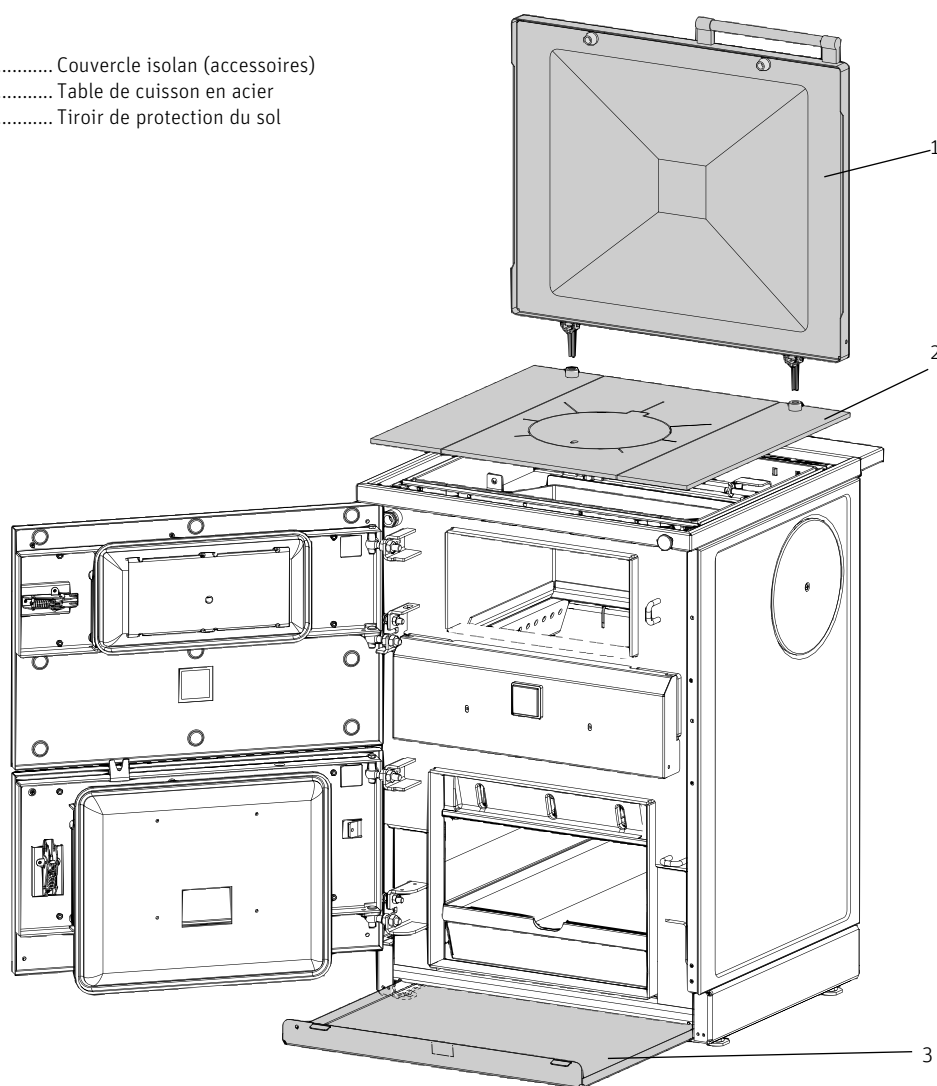

Fig. 38 Monter la/les table(s) de cuisson en acier, le couvercle isolant (accessoires) et le tiroir de protection du sol
- Sortir la ou les tables de cuisson en acier de leur emballage, enlever l'huile de la partie supérieure avec un chiffon doux ou du papier et les poser sur la chaudière – Fig. 38.
- Sortir le ou les couvercles isolants (accessoires) de leur emballage et enficher la charnière dans le couvercle isolant-support sur la table de cuisson en acier – Fig. 38.
- Ouvrir la porte du cendrier, insérer le tiroir de protection du sol dans le bas – Fig. 38.